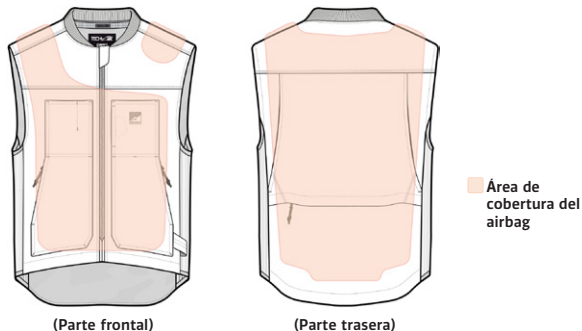

Figura 2: Área de cobertura del airbag
El Sistema está equipado con una bolsa que cubre las zonas mostradas en la Figura 2, protegiendo al usuario (tanto como piloto como pasajero) que lleve el Sistema en caso de accidente u otros eventos desencadenantes. Tenga en cuenta que existen limitaciones en la protección que puede proporcionar, tal y como se explica más adelante en este manual de usuario (consulte la Sección 3.2 y la Sección 4 "Limitaciones de uso").
**¡ADVERTENCIA!** El sistema sólo proporciona una protección limitada contra impactos en las zonas de cobertura del airbag, tal como se muestra en la figura 2. No se garantiza que el sistema evite lesiones (incluidas lesiones graves o mortales) dentro y/o fuera de las zonas de cobertura del airbag o de la envoltura de protección.